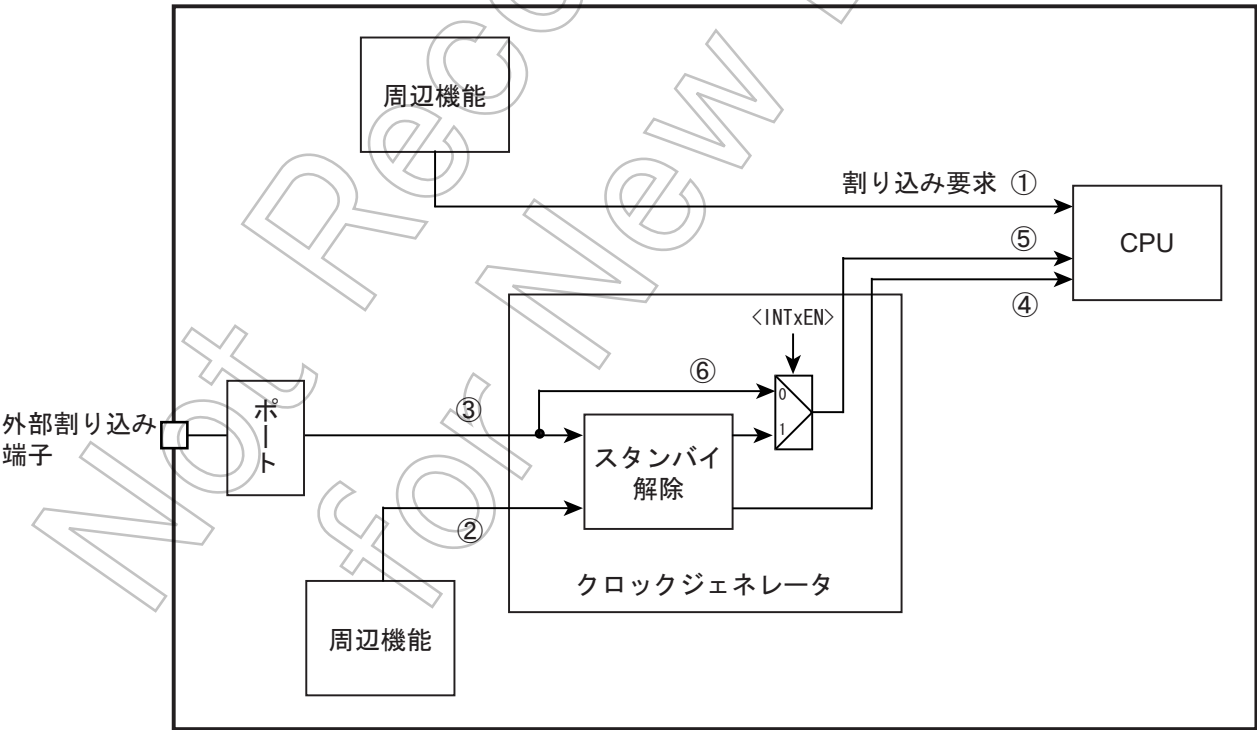

図 11-1 割り込みの経路
割り込み要求の経路を図 11-1 に示します。
外部割り込み端子からの入力信号は、入力ディセーブル( $PxIE < PxIE = 0$ )の場合 "High" となります。また、外部割り込みをスタンバイ解除要因として使用しない場合（「図 11-1 割り込みの経路」の⑥の経路）、外部割り込み端子からの入力信号がそのまま CPU に伝わります。CPU は "High" 入力を割り込みとして認識しますので、入力ディセーブルのまま CPU で該当する割り込みを有効にすると割り込みが発生します。